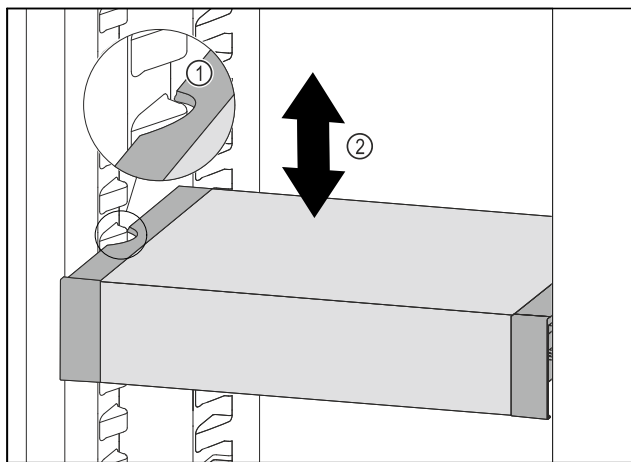

Fig. 171
- Dra VarioSafe framåt tills sidofördjupningarna på VarioSafe är i samma nivå som behållarlisterna i kyldelen. Fig. 171 (1)
- Förflytta VarioSafe uppåt eller nedåt i kyldelen tills önskad höjd har uppnåtts. Fig. 171 (2)